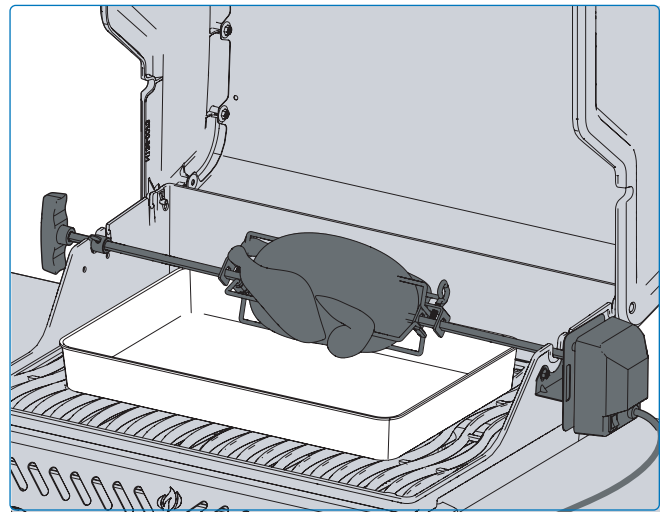

Fig. 15
- Asegúrese de colocar siempre una carga equilibrada en el asador (**Fig. 15**).